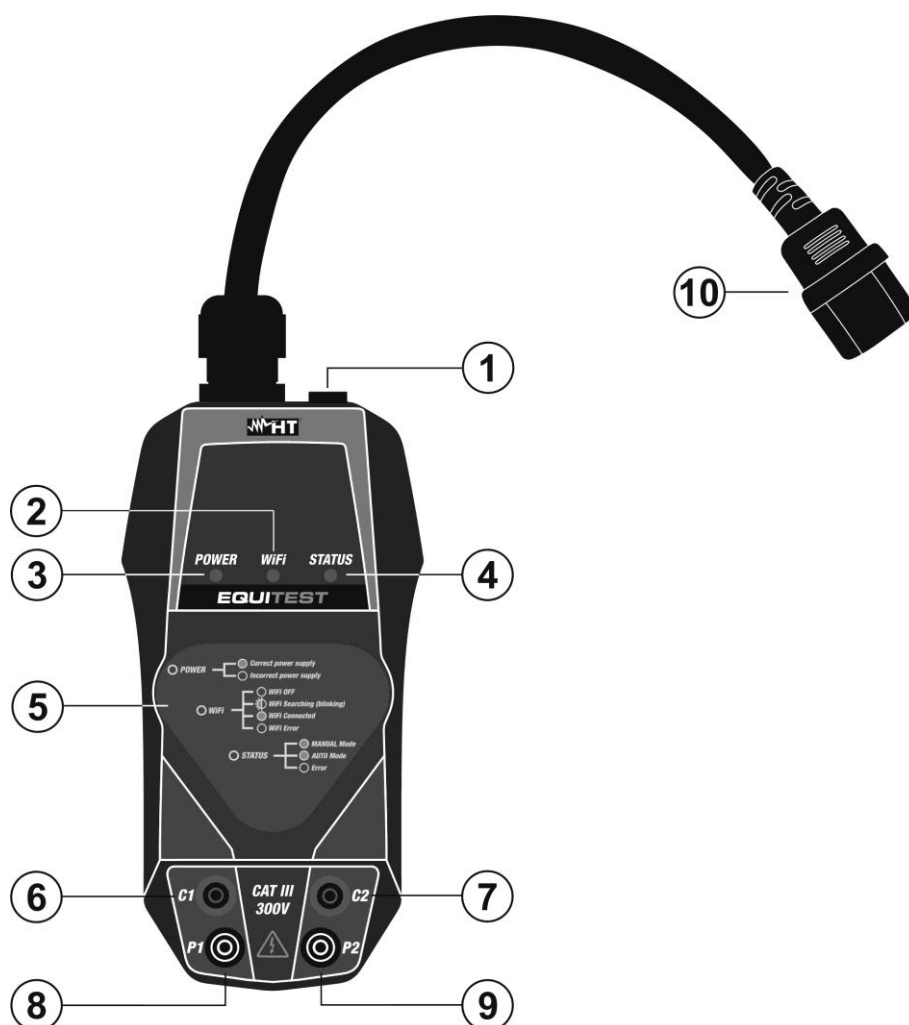
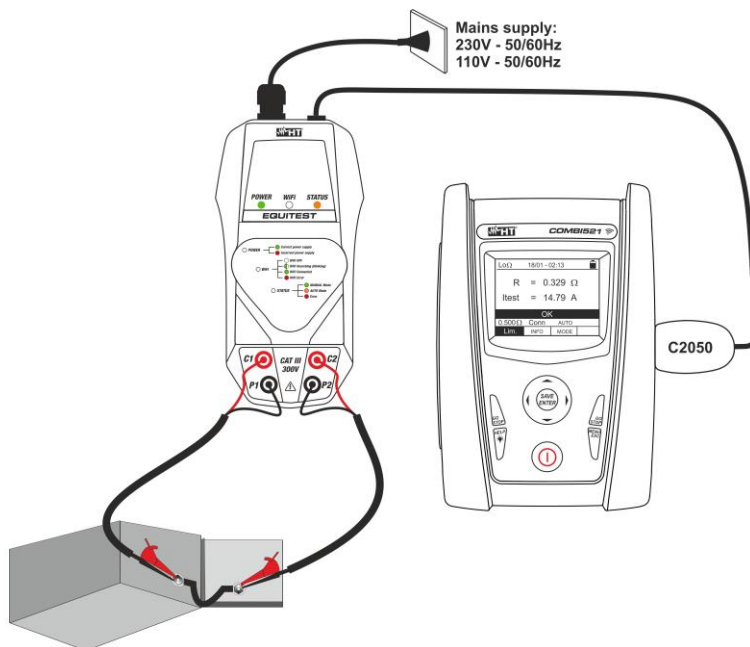

Fig. 1 Descrição do instrumento
Fig. 3 Uso do instrumento com unidade MASTER
1. Ligar o instrumento à fonte de alimentação através do cabo de rede fornecido (ver Fig. 1 - parte 10). O LED **POWER** está aceso a **verde constante** para identificar a tensão de alimentação correta, o LED **STATUS** está aceso a **verde constante** para identificar o funcionamento do instrumento **em modo Manual** (ver manual do instrução MASTER), o LED **WiFi** está aceso a **verde intermitente** para identificar que o instrumento está a tentar efetuar (se disponível) uma conexão WiFi com um dispositivo móvel externo através do APP **HT Equitest** (ver § 5.2) e não possui funcionalidade na conexão com o instrumento MASTER
2. Ligue o instrumento ao instrumento MASTER (ver Fig. 3) através do cabo C2050 fornecido (ver Fig. 1 - parte 1)
- conectores de entrada **C1** e **C2** (ver Fig. 3)
5. Ligar os cliques de jacaré do conjunto de cabos **C7000** às extremidades do objecto de teste (ver Fig. 3)
7. Com o **modo Automático** seleccionado no instrumento MASTER (medição activada sem utilizar o botão **GO/STOP**) verificar se o LED **STATUS** está aceso em **laranja constante** e ligar os clips do jacaré às extremidades do objecto de teste (ver Fig. 3) para ativar automaticamente o teste.
1. Ligar o instrumento à fonte de alimentação através do cabo de rede fornecido (ver Fig. 1 - parte 10). O LED **POWER** está aceso a **verde constante** para identificar a tensão de alimentação correta, o LED **STATUS** está aceso a **verde constante** para identificar o funcionamento do instrumento em modo Manual